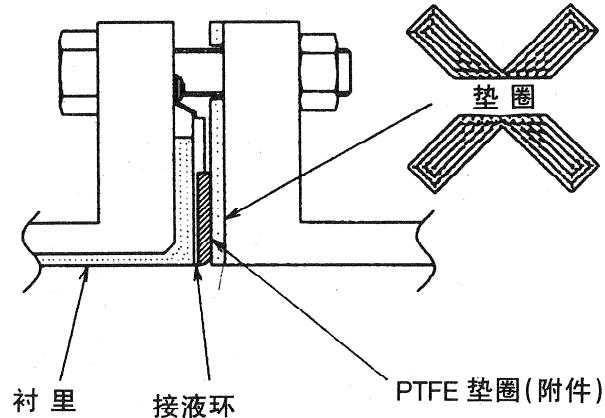

图 2-25 错误的安装方法
- 在 PTFE 垫圈之外再安装垫圈，则会引起液体泄漏，伤及人体。(图 2-25)。